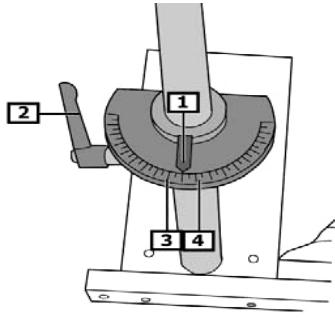

Fig. 6:
- **Fig. 6** Lagerbockinstellung, rechte Seite, Feststellhebel (2) lösen. Zeiger (1) auf 10° rechts (4) stellen. Feststellhebel festdrehen (2).
- **Fig. 6** Lagerbockinstellung, linke Seite, Feststellhebel (2) lösen. Zeiger (1) auf 10° (3) links stellen. Feststellhebel (2) festdrehen.
- **Fig. 6** Bearing mount setting, right side, loosen locking lever (2). Set pointer (1) to 10° right (4). Tighten locking lever (2).
- **Fig. 6** Bearing mount setting, left side, loosen locking lever (2). Set pointer (1) to 10° left (3). Tighten locking lever (2).
- **Fig. 6** Réglage de support de palier, côté droit, desserrer le levier de blocage (2). Régler l'index (1) sur 10° à droite (4). Bloquer le levier de blocage (2) en le faisant tourner.
- **Fig. 6** Réglage de support de palier, côté gauche, desserrer le levier de blocage (2). Régler l'index (1) sur 10° à gauche (3). Bloquer le levier de blocage (2) en le faisant tourner.
- **Fig. 6** Ajuste del soporte del cojinete, lado derecho; soltar la palanca de bloqueo (2). Colocar el indicador (1) a 10° hacia la derecha (4). Fijar la palanca de bloqueo (2).
- **Fig. 6** Ajuste del soporte del cojinete, lado izquierdo; soltar la palanca de bloqueo (2). Colocar el indicador (1) a 10° hacia la izquierda (3). Fijar la palanca de bloqueo (2).